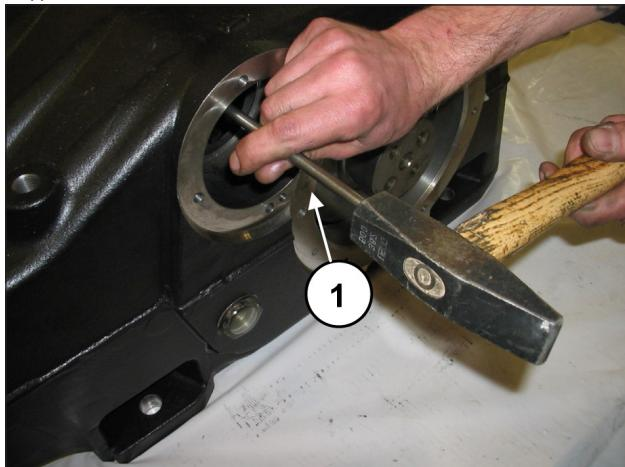
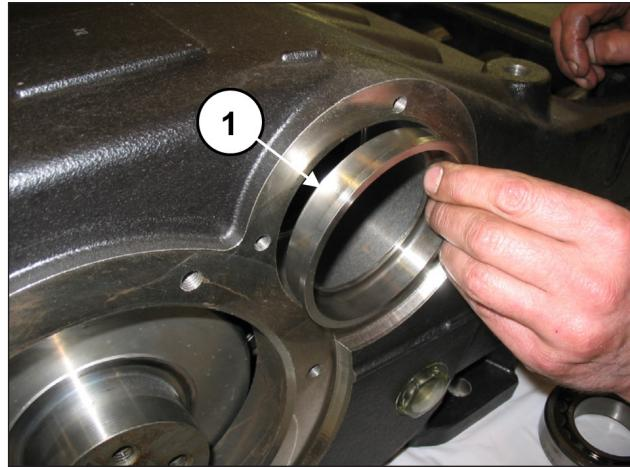
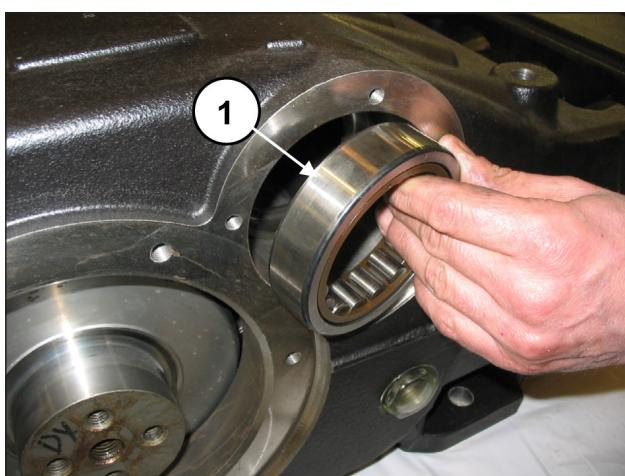

Рис. 34
Рис. 37
Рис. 35
С помощью стержня достаточной длины (поз. ①, Рис. 34) и ударной массы извлеките из картера насоса кольца подшипников (поз. ①, Рис. 35), распорный элемент внешнего подшипника (поз. ①, Рис. 36) и втулку для смазки подшипников (поз. ①, Рис. 37).